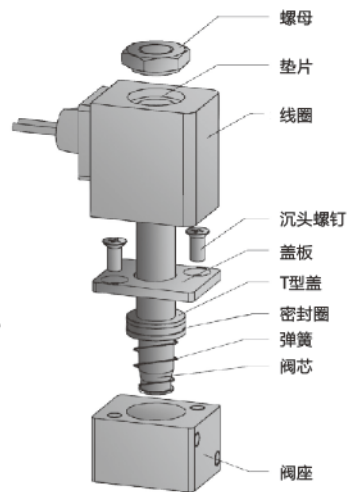

图12
- c) 拧下电磁阀上面的螺钉，按图12的拆装示意进行拆卸。